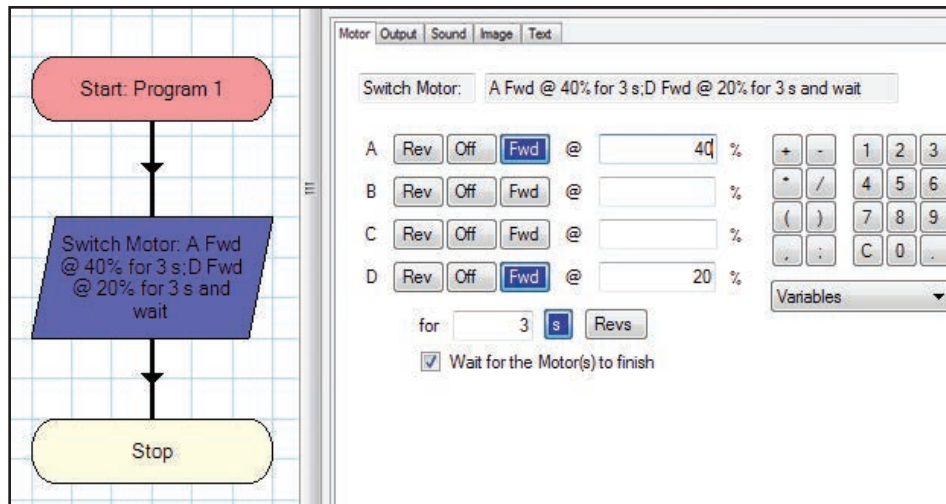

Figure 4 : Virage de moins de 90° à droite
- **Virage de moins de 90° à droite** – Les deux moteurs tournent dans le même sens, mais le moteur droit tourne à moins de puissance que le moteur gauche. Cet arrangement va faire tourner le modèle de moins de 90° à droite. Mettez les étudiants au défi d'explorer ce qui se passe pour l'angle de virage quand une différence de puissance plus grande ou plus petite est utilisée. *REMARQUE : Des ajustements à la durée (en secondes) doivent être faits pour que le virage à droite soit environ de 90° et pour que le modèle ne tourne pas de 180° ou effectue un cercle. La Figure 4 montre un exemple de virage de moins de 90° à droite.*
Note pour l'enseignant : Pour programmer le modèle pour tourner à gauche, les étudiants utiliseront des informations similaires aux données de figures 4 et 5 sauf qu'il inverseront le sens de rotation des moteurs et les paramètres de puissance des moteurs A et D.